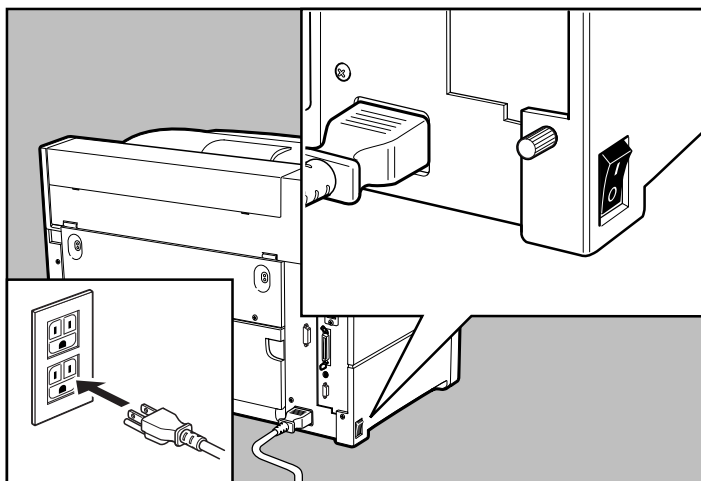

Fig. 2.32 Collegamento del cavo dell'alimentazione alla stampante
2. Collegare il connettore femmina del cavo d'alimentazione alla presa sulla parte posteriore della stampante e il connettore maschio ad una presa di rete standard (fig. 2.32).